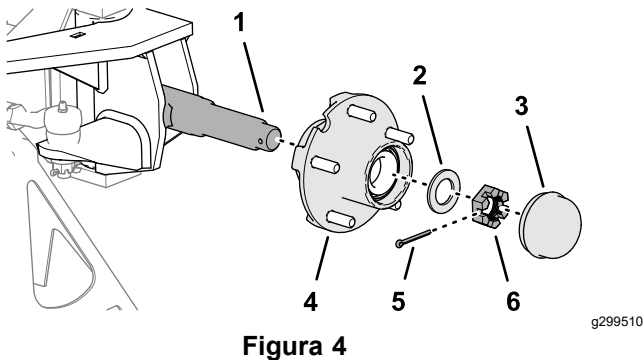

Figura 4
1. Retire el tapón guardapolvo del cubo (Figura 4).
2. Retire la chaveta que sujeta la tuerca de seguridad a la mangueta, y retire la tuerca de seguridad y la arandela de empuje (Figura 4).
3. Retire cuidadosamente el cubo de la mangueta (Figura 4).